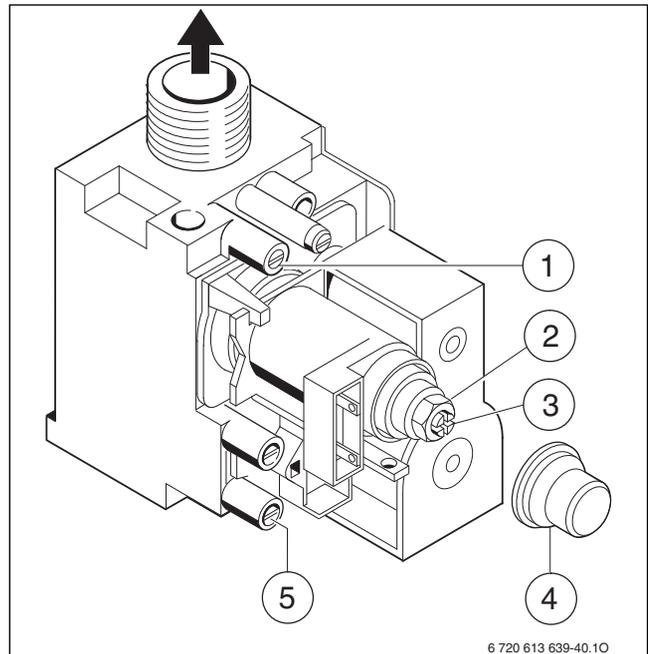

Bild 46 Gasarmatur
- ▶ Dichtschraube am Mess-Stutzen für Düsendruck (→ Bild 46, [1]) lösen und U-Rohrmanometer anschließen.
- ▶ Abdeckung (→ Bild 46, [4]) entfernen.
- ▶ Für „max“ angegebenen Düsendruck (mbar) aus Tabelle Seite 53 entnehmen. Düsendruck über Einstellschraube max. Gasmenge (→ Bild 46, [2]) einstellen. Rechtsdrehung mehr Gas, Linksdrehung weniger Gas.
- ▶ Für „min“ angegebenen Düsendruck (mbar) aus Tabelle Seite 53 entnehmen. Düsendruck über Einstellschraube min. Gasmenge (→ Bild 46, [3]) einstellen.
- ▶ Dichtschraube am Mess-Stutzen für Gas-Anschlussfließdruck (→ Bild 46, [5]) lösen und Druckmessgerät anschließen.
- ▶ Für „max“ angegebene Gasdurchflussmenge aus Tabelle Seite 53 entnehmen. Gasdurchflussmenge über Gaszähler an Einstellschraube max. Gasmenge (→ Bild 46, [2]) einstellen. Rechtsdrehung mehr Gas, Linksdrehung weniger Gas.
- ▶ Für „min“ angegebene Gasdurchflussmenge aus Tabelle Seite 53 entnehmen. Gasdurchflussmenge über Gaszähler an Einstellschraube min. Gasmenge (→ Bild 46, [3]) einstellen.